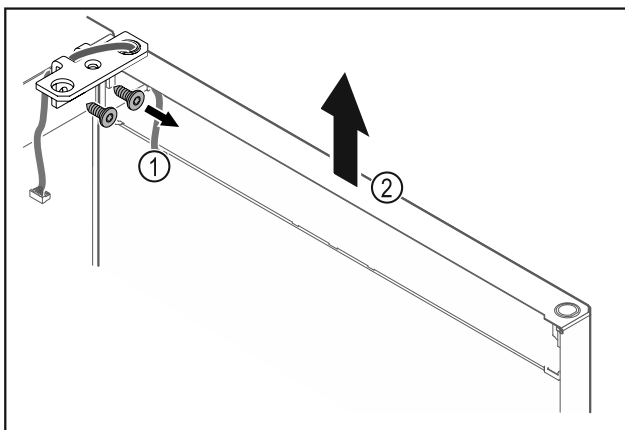

Fig. 25
- ▶ Dévisser l'équerre de la charnière Fig. 25 (1).
- ▶ Soulever la porte (équerre de charnière incluse) Fig. 25 (2) d'environ 200 mm et la retirer.